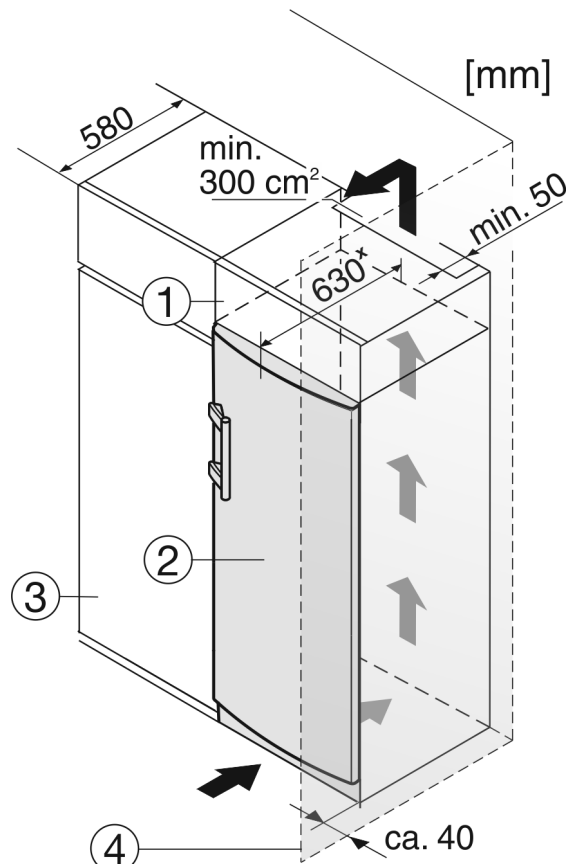

Fig. 11
- (1) Armario superior
- (2) Aparato
- (3) Armario de cocina
- (4) Pared
El aparato se puede rodear de muebles de cocina. Para adaptar el aparato *Fig. 11 (2)* a la altura del mueble de la cocina se puede colocar sobre el aparato un armario superior *Fig. 11 (1)* adecuado y acorde con el mobiliario.
Si la cocina posee armarios (profundidad máx. 580 mm), el aparato se puede colocar directamente junto al armario de cocina *Fig. 11 (3)*. El aparato sobresale 34 mm* por los lados y 50 mm* en el centro del aparato respecto al frente del armario de cocina.
Si el aparato se instala con las bisagras junto a una pared *Fig. 11 (4)*, la distancia entre el aparato y la pared debe ser de como mínimo 40 mm. Esto equivale al saliente del tirador con la puerta abierta.